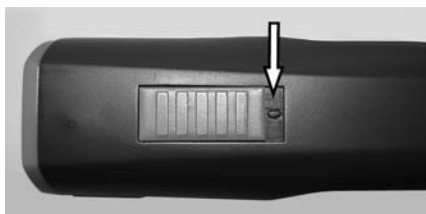

Fig. 4 Interruptor em posição OFF ("0")
1. Teste os contactos da máquina (1) e da bateria (2) verificando se os mesmos estão limpos.
2. Assegure-se de que o interruptor da máquina de tosquia está na posição OFF ("0") (fig. 4)
1. Coloque o interruptor na posição OFF ("0") (fig. 4).
2. Pressione o engate da bateria de ambos os lados (2) e retire a bateria (1).